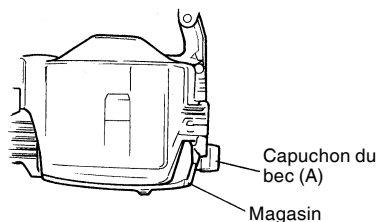

Fig. 14
- (2) Rangement du capuchon du bec
- Mettez le capuchon du bec dans l'espace derrière le magasin de façon à ne pas le perdre. (Fig. 14)